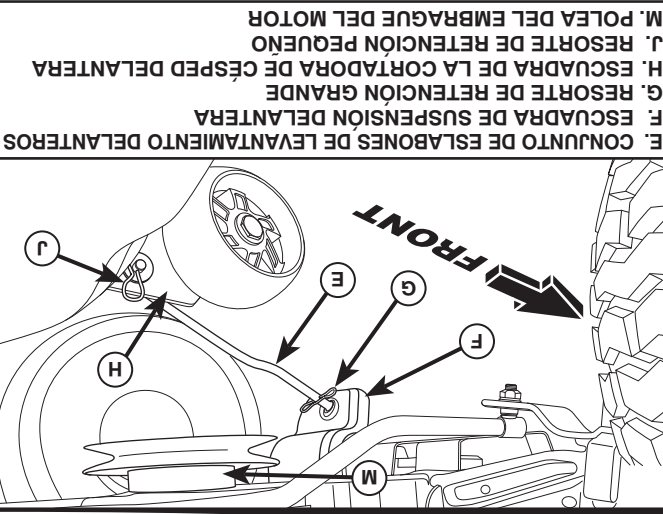

Fig. 32
- Inserte el extremo de varilla del eslabón de levantamiento trasero (C) dentro del agujero (U) en el brazo de suspensión hacia abajo hacia la cortadora de césped.
- Levante la esquina trasera de la cortadora de césped y ubique la ranura en el conjunto de eslabones sobre la chaveta en la escudra trasera de la cortadora (D); asegure con una arandela grande y un resorte de retención grande.
8. INSTALE EL ESLABÓN DELANTERO (E) (Vea Fig. 32)
- Desde la parte delantera del tractor, inserte el extremo de varilla del eslabón delantero (E) a través del agujero delantero de la escudra de suspensión delantera del tractor (F).
- Muévase hasta el lado izquierdo de la cortadora e inserte un resorte de retención grande (G) a través del agujero del eslabón delantero (E) detrás de la escudra de suspensión delantera (F).